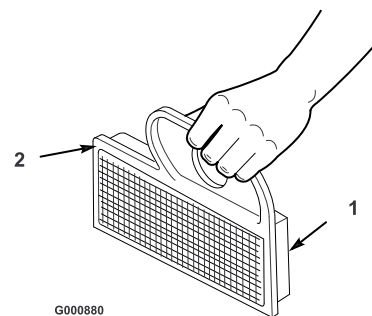

Bild 34
- A. Klopfen Sie den Einsatz leicht auf eine flache Unterlage, um Staub und Schmutz zu beseitigen (Bild 34).